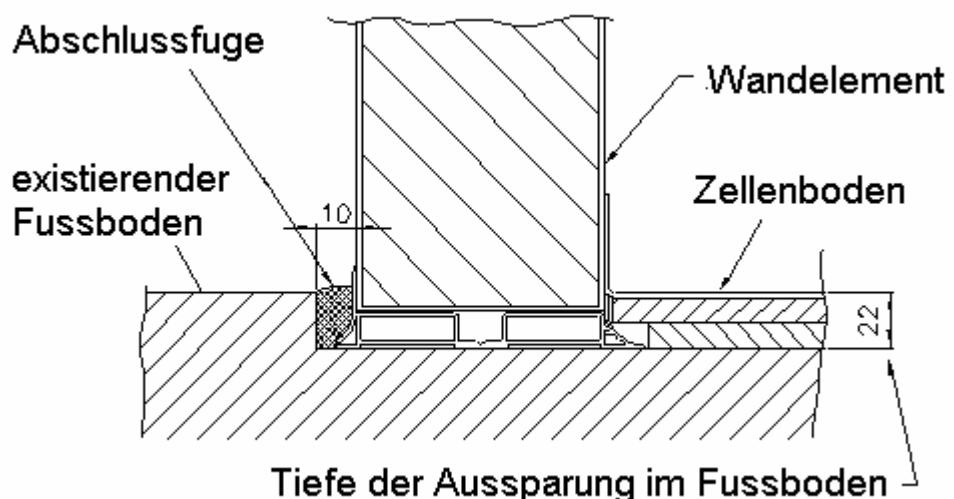

Abbildung 10
2. Positionieren Sie den Verdampfer am Montageort, s. Abbildung 10.